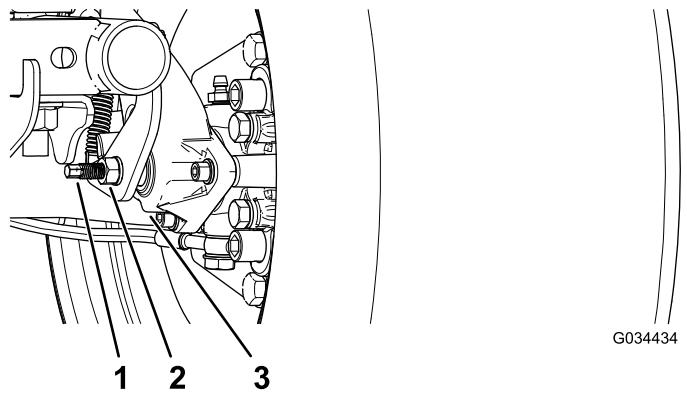

Рисунок 49
- Используя два ключа, удерживайте регулировочный штырь на суппорте одним ключом и ослабьте контргайку на $\frac{1}{4}$ оборота другим ключом (Рисунок 49).
- Удерживая регулировочный штырь и контргайку на месте, поверните регулировочный штырь для затягивания (Рисунок 49).
5. Удерживая регулировочный штырь и контргайку на месте, отверните штырь на $\frac{1}{4}$ оборота (Рисунок 49).
6. Удерживая регулировочный штырь и контргайку на месте, затяните контргайку (Рисунок 49).